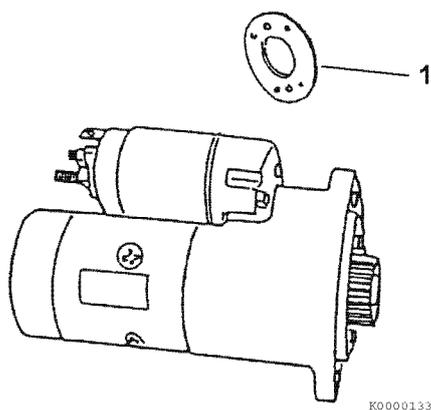

Figure 11-34
5. Si la dimension L mesurée est en dehors de la plage standard, réglez les caches anti-poussière pour obtenir la plage standard. Les caches antipoussière (1, **Figure 11-34**) sont disponibles dans des épaisseurs de 0,020 po. (0,5 mm) et de 0,031 po. (0,8 mm).